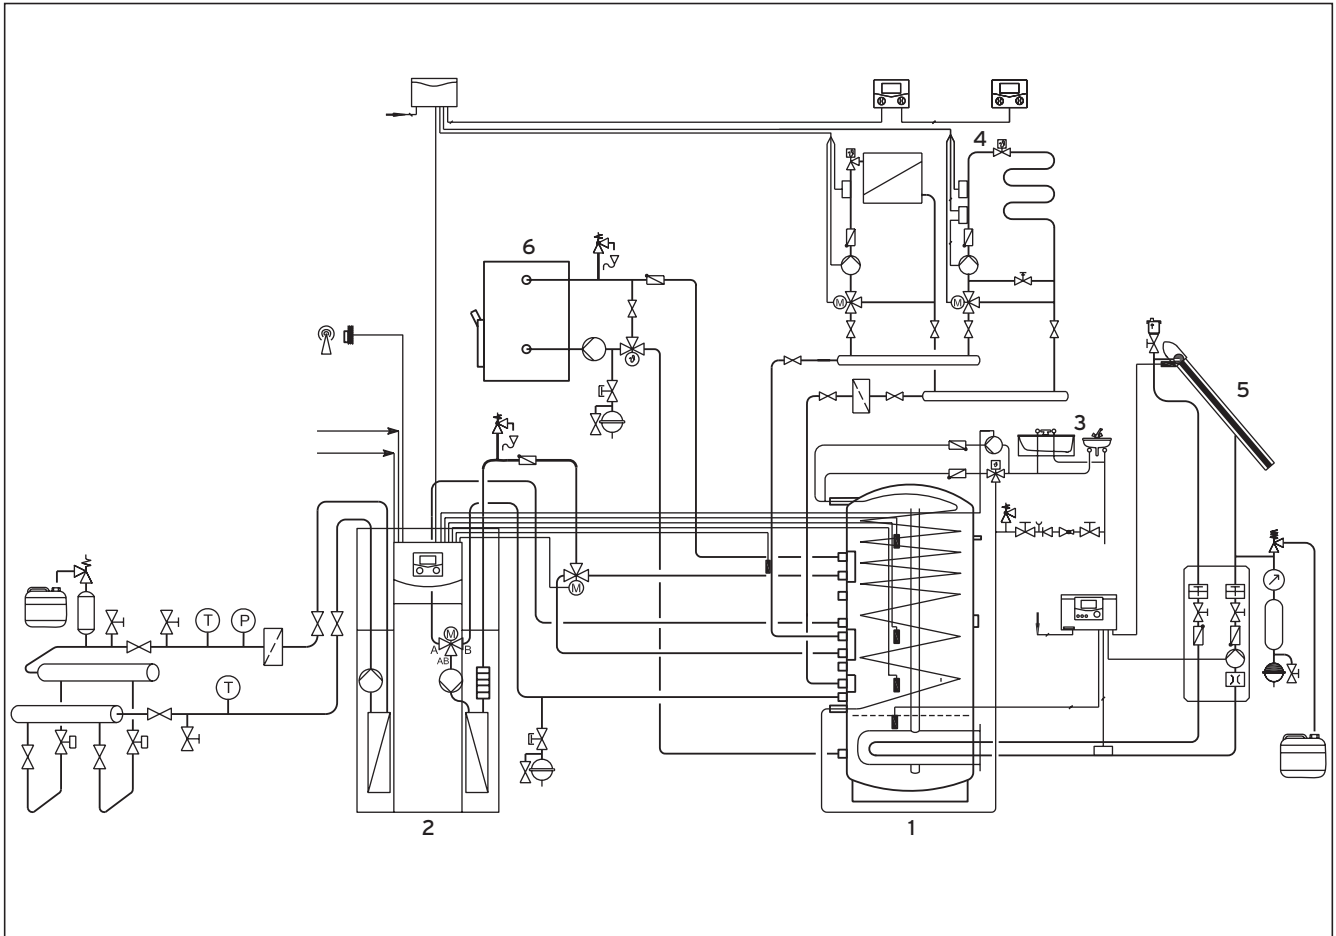

Рис. 2.2 Отопление и приготовление горячей воды тепловым насосом, посредством поддержки от гелиоустановки и котла, работающего на твердом топливе
На рис. 2.2 изображен многофункциональный накопитель с тепловым насосом, солнечным подогревом и котлом, работающим на твердом топливе. Котел, работающий на твердом топливе, работает независимо от теплового насоса, гидравлическая интеграция выполняется так, как изображено.
**Пояснение к рис. 2.2**